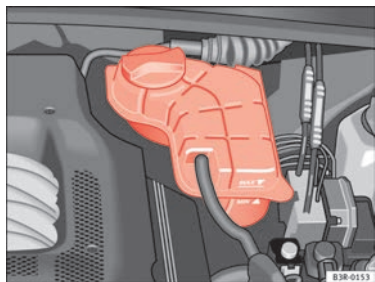

Abb. 179 Motorraum:
- Lesen Sie den Kühlmittelstand an dem Kühlmittel-Ausgleichsbehälter ⇒ Abb. 179 ab. Er muss bei kaltem Motor zwischen den Markierungen „min“ und „max“ liegen. Bei warmem Motor kann er auch etwas über der Markierung „max“ liegen.
- Legen Sie einen Lappen auf den Deckel des Kühlmittel-Ausgleichsbehälters ⇒ Abb. 179 und schrauben Sie den Deckel **vorsichtig** linksherum ab ⇒ ⚠.